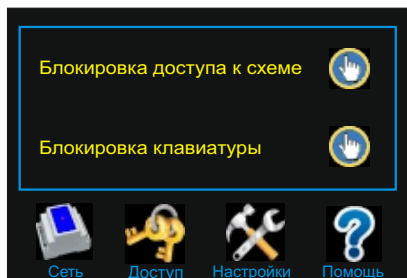

Рис. 18. Меню "Доступ"
8.9 Нажмите на пиктограмму **Доступ** и, в появившемся окне (Рис. 18), выберите опцию блокировки клавиатуры сенсорного экрана. С помощью стандартного окна "Клавиатура" установите время (в секундах), через которое происходит автоматическое блокирование клавиатуры после последнего нажатия любой из пиктограмм.
8.13 Нажмите на пиктограмму **Доступ** и, в появившемся окне (Рис. 18), выберите опцию блокировки доступа к схеме. С помощью стандартного окна "Клавиатура" введите логин (**123456**), а затем установите новый пароль. Пароль должен представлять собой комбинацию цифр от 1 до 6-ти знаков, например: 57, 785300 и др.